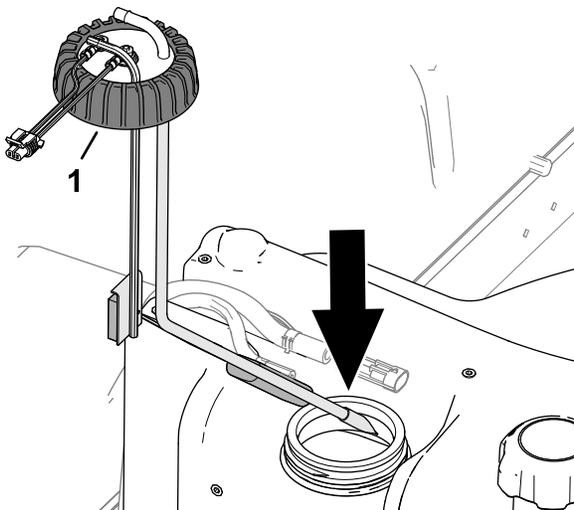

Figure 90
2. Installez avec soin le tube d'aspiration et le flotteur dans le réservoir de carburant (Figure 90).